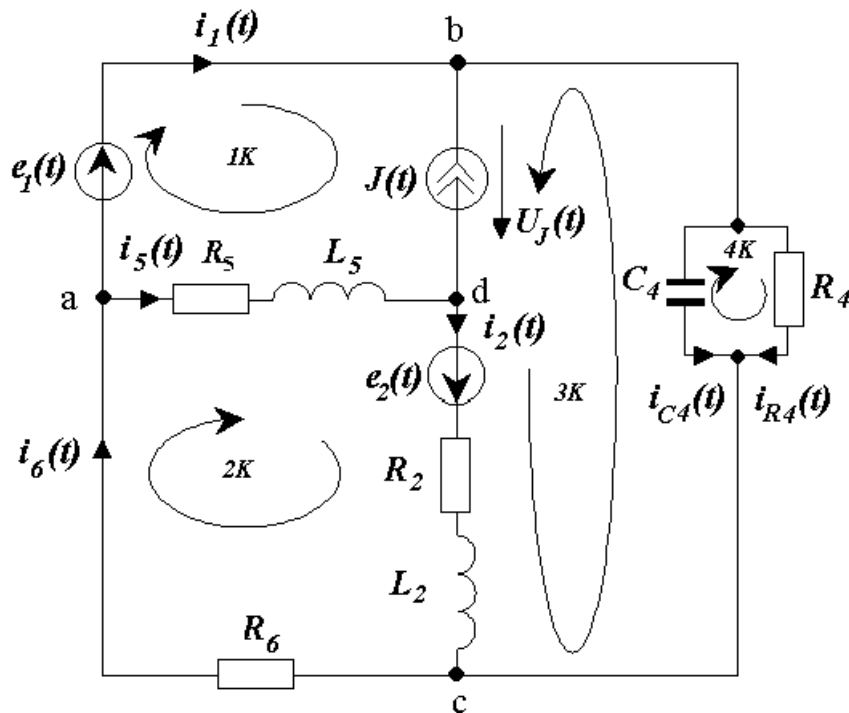

Рис. 9. Схема электрической цепи переменного тока
1. Изобразим схему электрической цепи для условного варианта, рассмотренного в методических указаниях к задаче 1.1 (рис. 9).